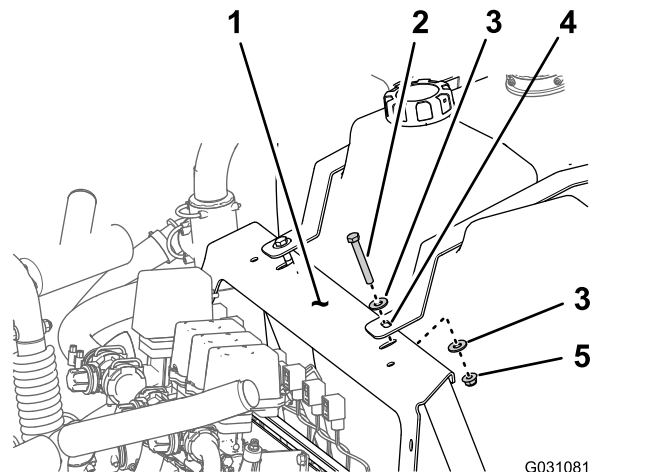

Figura 98
- A. Retire os parafusos (3/8 x 2-3/4 pol.), a porca de bloqueio flangeada (3/8 pol.) e as anilhas (3/8 pol.) que prendem as fitas do depósito de lavagem à montagem do coletor (Figura 98).